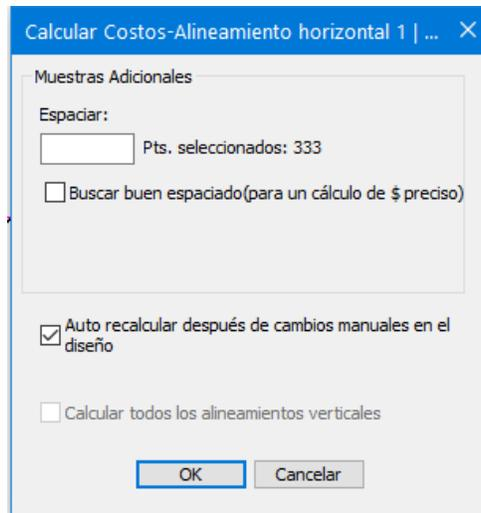

Figura 11-3: Re-calcular el Rango con la opción Auto Calcular habilitada
9. Asegure que la opción *Re-Cost* esté habilitada en el cajón de diálogo *Recalcular Rango* (Figura 11-3)